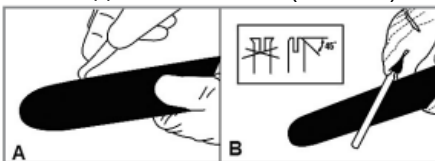
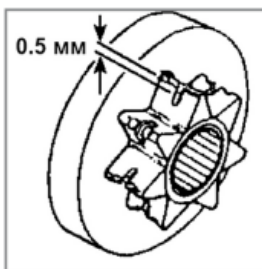

Рис. 26 Обслуживание шины
Рис. 27 Максимально допустимая глубина износа зубьев ведущей звездочки
*Для равномерного износа шины рекомендуется периодически ее переворачивать, например один раз через 8-10 часов работы или при замене цепи. Держите паз шины и отверстие для смазки цепи в чистоте, используя для этого специальное приспособление (Рис. 26А).*
Проверяйте кромки паза шины на равномерность износа, в случае необходимости удаляйте заусеницы и выравнивайте фаску (Рис. 26В). Если кромки паза шины имеют разную высоту, шину необходимо заменить (Рис. 27).